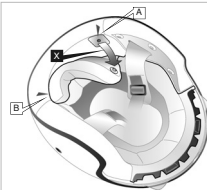

figure 4
COIFFE INTERNE AMOVIBLE - voir figure 4
Démontage - La coiffe interne est fixée à la calotte par des boutons à pression positionnés dans la partie arrière et un système à encastrement dans la partie avant du casque. Pour l'ôter, il faut donc détacher d'abord les deux boutons à pression présents dans la partie arrière (voir Fig. 4) en tirant avec soin vers l'intérieur du casque (X) les deux boutons (A et B). Une fois détachée la partie arrière de la coiffe, il faut libérer le châssis attaché à la coiffe du châssis intégré dans le polystyrène (voir Fig. 4) en tirant avec soin dans la direction (Y) jusqu'à détacher complètement les trois points d'attache (C, D et E).